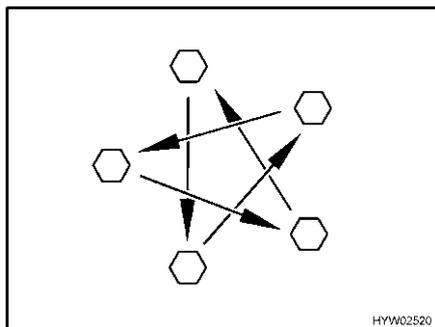

Fig. 269 Apretar las tuercas o los tornillos de las ruedas en forma de cruz
- Comprobar periódicamente que las tuercas o tornillos de las ruedas estén firmemente apretados. Reajustar en forma de cruz (Fig. 269) las tuercas o tornillos después de cambiar una rueda, al cabo de 50 km. Par de apriete, véase apartado 13.5.2.
- ▷ Apretar en forma de cruz las tuercas o los tornillos de las ruedas (Fig. 269).